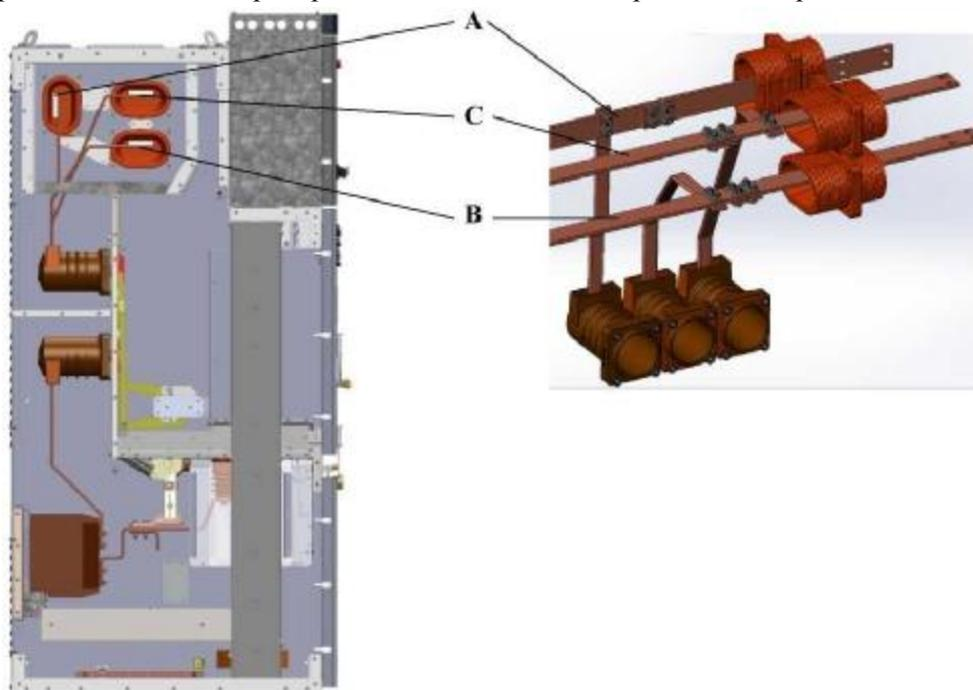

Рис. 25. Монтаж сборных шин
2.5.2.7 Соединить шкафы КРУ с контуром заземления при помощи уголка заземления согласно рис. 25. Уголок заземления крепится: к шкафу КРУ - с помощью 2 шпилек М6, к контуру заземления (в комплект поставки не входит) - посредством сварки.